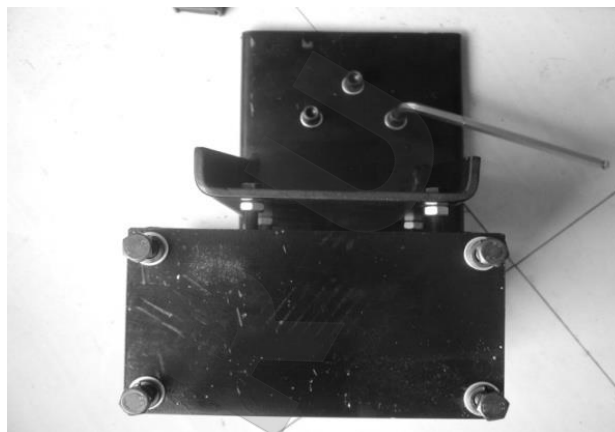

Рис. 7-1
7.1.2 Снимите пакет вспомогательного оборудования PL330. Проверьте вспомогательное оборудование по упаковочному листу. После проверки снимите основание в сборе (Рис.7-1) и